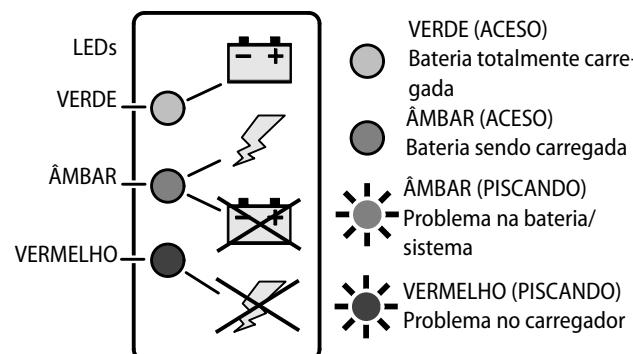

Figura 3-12. Adesivo do Carregador dos LEDs Indicadores
3. Quando ligado, o carregador passa por um indicador de LED de auto-teste de curto. Os indicadores de LED do carregador de bateria (Figura 3-12.), piscam em sequência por 2 segundos. Estes indicadores de LED podem ser observados pela abertura do painel traseiro, onde o cabo elétrico do carregador é acessado.
Se ocorrer uma falha durante o carregamento da bateria, o LED (ÂMBAR ou VERMELHO) no indicador de LEDs do carregador (*Veja a Figura 3-12.*) piscará dependendo da falha. Consulte a Tabela 3-1, a seguir, para saber os códigos e seus significados correspondentes ao LED que pisca no carregador.